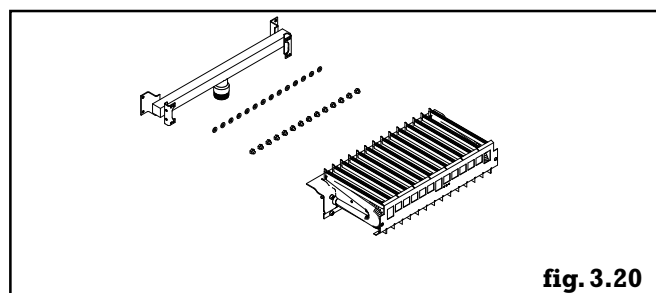

fig. 3.20
- remplacer les injecteurs en place par ceux fournis avec le set (clé de 7) et changer leur joint (fig.3.20)